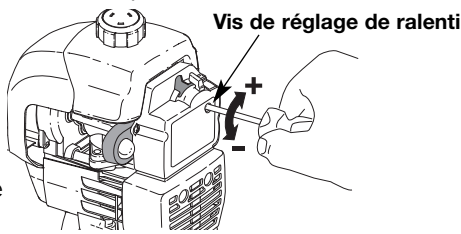

Fig. 27
Le régime ralenti du moteur est réglable par le couvercle du filtre à air/silencieux (Fig. 27).
2. Relâchez le levier d'accélérateur et laissez le moteur au ralenti. Si le moteur s'arrête, insérez un petit tournevis à embout cruciforme dans le trou du filtre à air/couvercle du silencieux (Fig. 27).